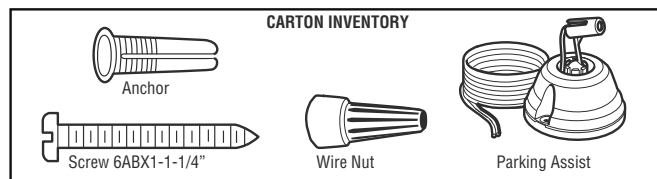

Figure 1
2. Déterminer l'emplacement de montage sur le plafond, et monter l'assistant de garage avec les vis et les chevilles fournies (Figure 1).